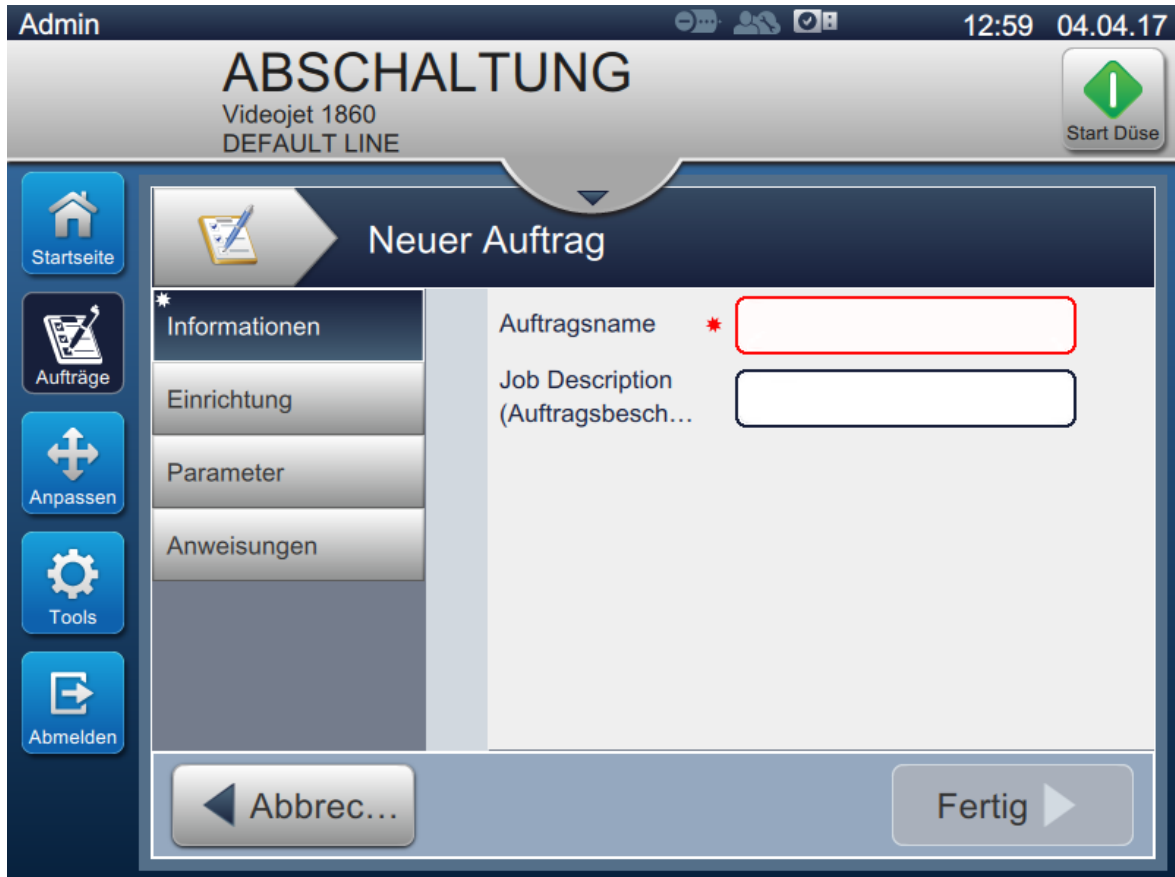

Abbildung 5-2: Informationsbildschirm
2. Berühren Sie die  Schaltfläche, um einen neuen Auftrag anzulegen. Der Bildschirm „Auftragseinstellungen“ wird aufgerufen (siehe Abbildung 5-2).
Auf dem Bildschirm „Informationen“ (Abbildung 5-2 auf Seite 5-3) können Benutzer Folgendes tun: